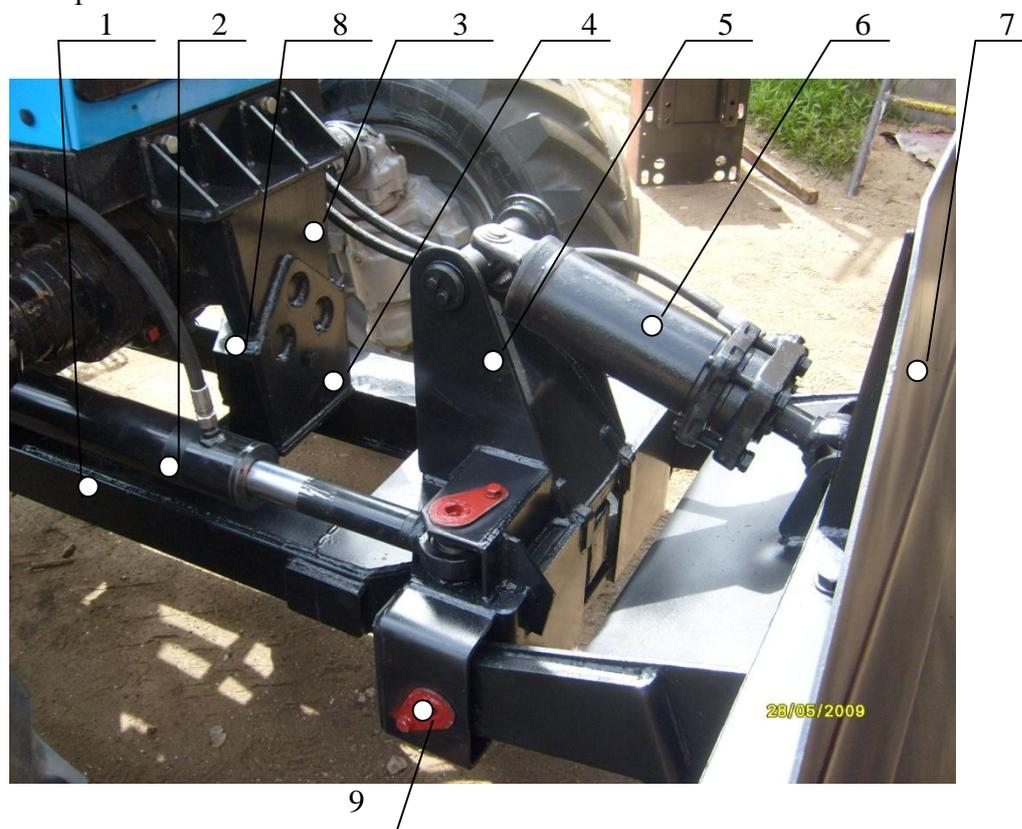
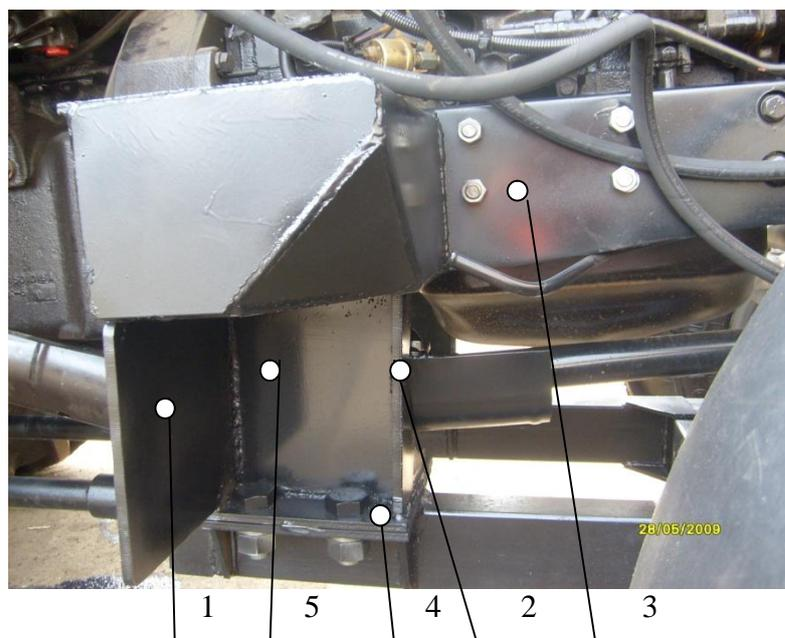

Рис.1
Рис.2
1.1.1 Отвал гидроповоротный ОГ-02 (далее - Отвал) (рис. 1) предназначен для выполнения планировочных, дорожных и строительных работ, уборки территории и выполнения других видов работ с мелкокусковыми сыпучими материалами.
- Рамы (поз.1, рис.1), на которую шарнирно через вертикальный палец устанавливается Опора поворотная (поз.5, рис.1);
- в опору поворотную через два Пальца (поз.9, рис.1) устанавливается Лопата (поз.7, рис.1), которая соединяется с Опорой поворотной Гидроцилиндром подъема Лопаты (поз.6, рис.1);
- на Раму болтами М27 крепится Основание (поз.4, рис.1), которое сваривается с Кронштейном верхним (поз.3, рис.1), прикрепленным к раме трактора;
- на Раму трактора крепятся два Подрамника (поз.3, рис.2), привариваемые к Пластине крепления подрамника (поз.4, рис.2);
- Гидроцилиндр поворота Лопаты (поз.2, рис.1) фиксируется пальцами в Опоре поворотной и Раме
- закрепить Кронштейн верхний (поз.3, рис. 1) на раму трактора;
- установить на раму трактора Подрамники (поз.3, рис.2) правый и левый;
- собрать Раму (поз.1, рис. 1) с Основанием (поз.4, рис. 1), Опорой поворотной (поз.5, рис. 1), Лопатой (поз.7, рис. 1) и Гидроцилиндром подъема Лопаты (поз.6, рис. 1);
- закрепить на Раме Основание (поз.4, рис. 1) и Пластины крепления подрамника (поз.4, рис. 2) болтами М27;
- собрать между собой Основание (поз.4, рис. 1), установленное на Раму, и Кронштейн верхний (поз.3, рис. 1) болтом М16;
- зафиксировать Раму в горизонтальном положении, приварив Основание (поз.4, рис. 1) к Кронштейну верхнему (поз.3, рис. 1) через три технологических отверстия и приварив прихватками Пластины крепления подрамника (поз.4, рис. 2) к Подрамникам через Усилитель (поз.1, рис. 2) , Стойку (поз.5, рис. 2) и Ребро (поз.2, рис. 2), при необходимости Усилитель, Стойку и Ребро подогнать при сборке;
- сварить Кронштейн верхний в сборе с Основанием, обварив все сопрягаемые поверхности по контуру, вставить и обварить с двух сторон Зашивки (поз.8, рис.1);